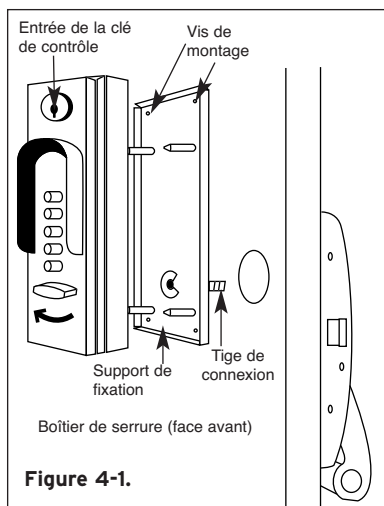

Figure 4-1.
- 2) Maintenir le support de fixation contre la porte en vous assurant que la tige de connexion est centrée dans le fouillot du dispositif de sortie et que le support de fixation est parallèle au bord vertical de la porte. À l'aide d'un emporte-pièce, percer les avant-trous en prévision des vis de montage (**voir Figure 4-1**).